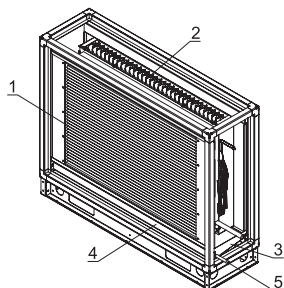

Рисунок 15
Воздухоохладитель (рис.15) представляет собой теплообменник (1) с медными трубками и алюминиевыми ребрами. Патрубки коллекторов выполнены под пайку. Теплообменник (1) и каплеуловитель (2) установлены на специальные направляющие и образуют разборную конструкцию, позволяющую демонтировать их по отдельности. В корпусе секции так же установлен поддон (3) для сбора конденсата. Слив конденсата из поддона